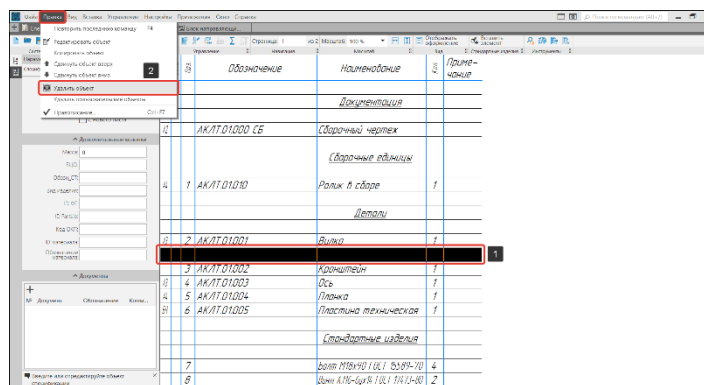

Рисунок 381 – Удаление объектов спецификации
6.8. Удаление объектов. Порядок действий (Рисунок 381):
- Для удаления вспомогательных и базовых объектов спецификации необходимо подсветить строчку объекта в спецификации (1);
- Во вкладке «Правка» выбрать «Удалить объект» (2) или нажать кнопку DELETE. Объекты, которые «подтягиваются» из модели удалить нельзя.